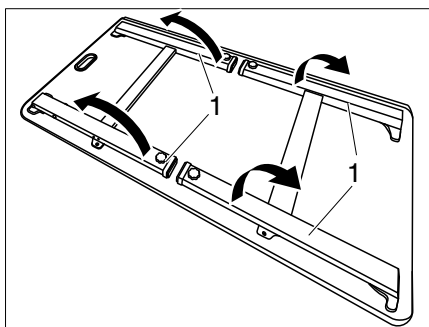
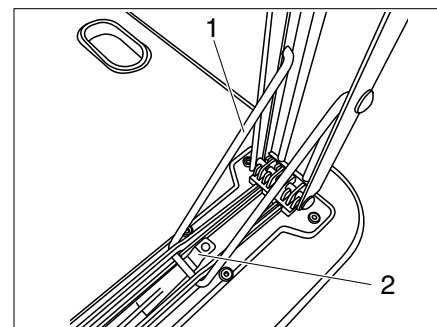

Bild 35 Tisch-Unterseite
Bild 36 Verriegelung
- Alle Tischfüße (Bild 35,1) hochstellen, bis die Bügel (Bild 36,1) der Verriegelungen einrasten.
- Rastung (Bild 36,2) drücken und Tischfüße (Bild 35,1) nach unten bewegen.